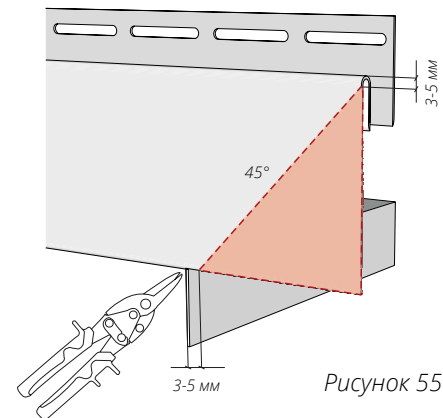
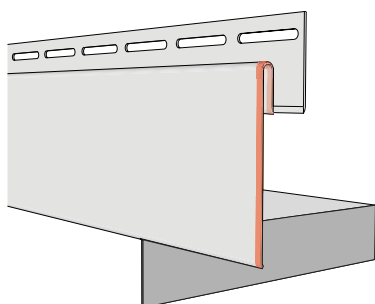
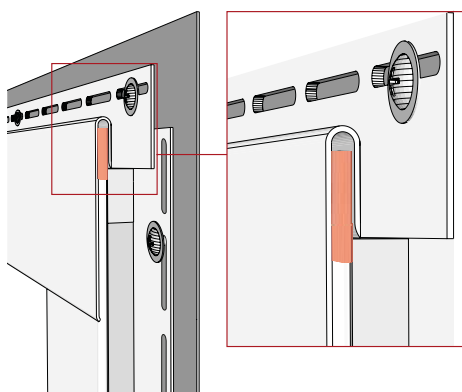

Рисунок 55
Рисунок 63
Рисунок 66
- 13.11** Если соединение околооконных планок нужно выполнить под углом 45°, верхнюю околооконную планку с обеих сторон нужно подрезать согласно рис. 55.
13.15 После монтажа околооконные и финишные планки должны оставаться подвижными. На рис. 63, 64, 65 показаны части, которые необходимо точно подогнать. На рис. 66 показана верхняя часть боковой околооконной планки, которую можно поджать, используя клещи прямые, чтобы в месте примыкания был более легкий ход. При подрезе верхней околооконной планки под углом 45° (рис. 55) использовать поджим не нужно.